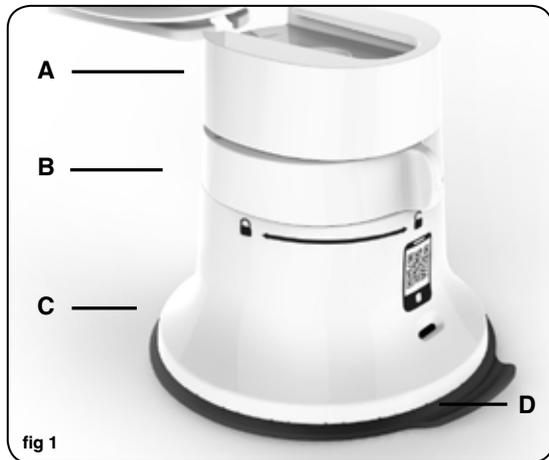

fig 1
1. Assurez-vous que la bague du pied à ventouse soit sur la position « déverrouillée » (fig. 1).
2. Placez le pied à ventouse (C) sur un plan de travail propre et stable. Glissez la partie supérieure dans la rainure du pied à ventouse (A) (fig. 1)